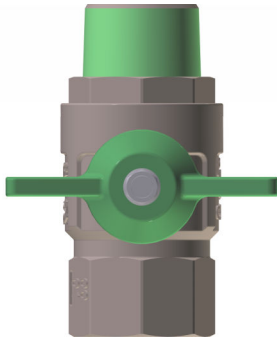

Abb. 22: Hauptabsperrventil geschlossen
- Die Hauptabsperrventile (Abb. 22) sind geschlossen.